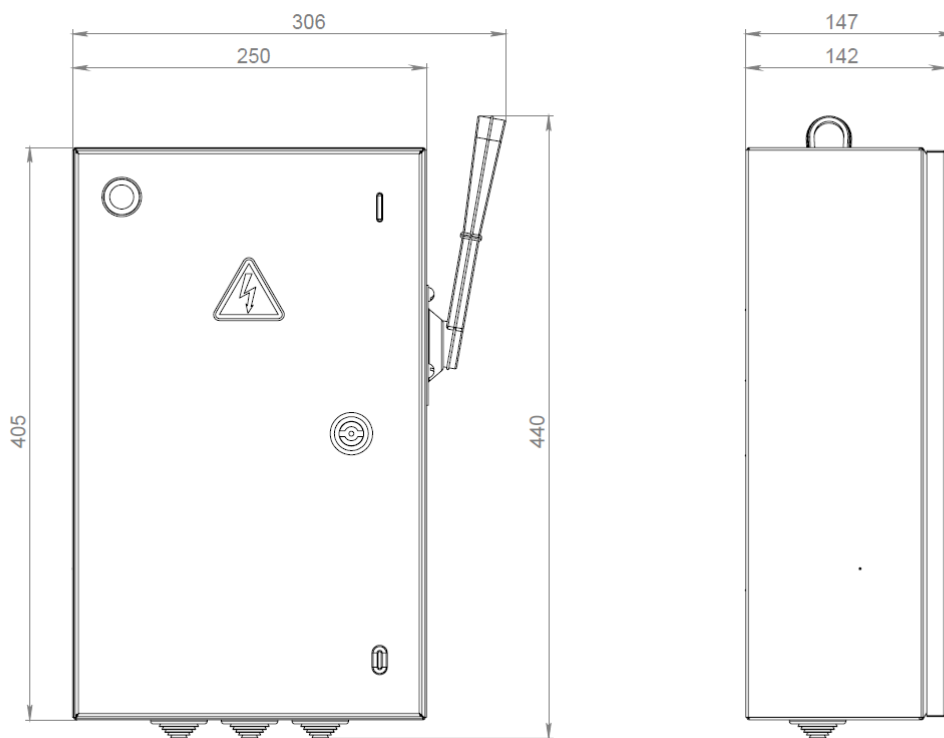

Рис.1. Внешний вид, габаритные и установочные размеры корпуса ящика силового ЯЩ-100-Узола.
2.13. Габаритные и установочные размеры	- см. рис.1;